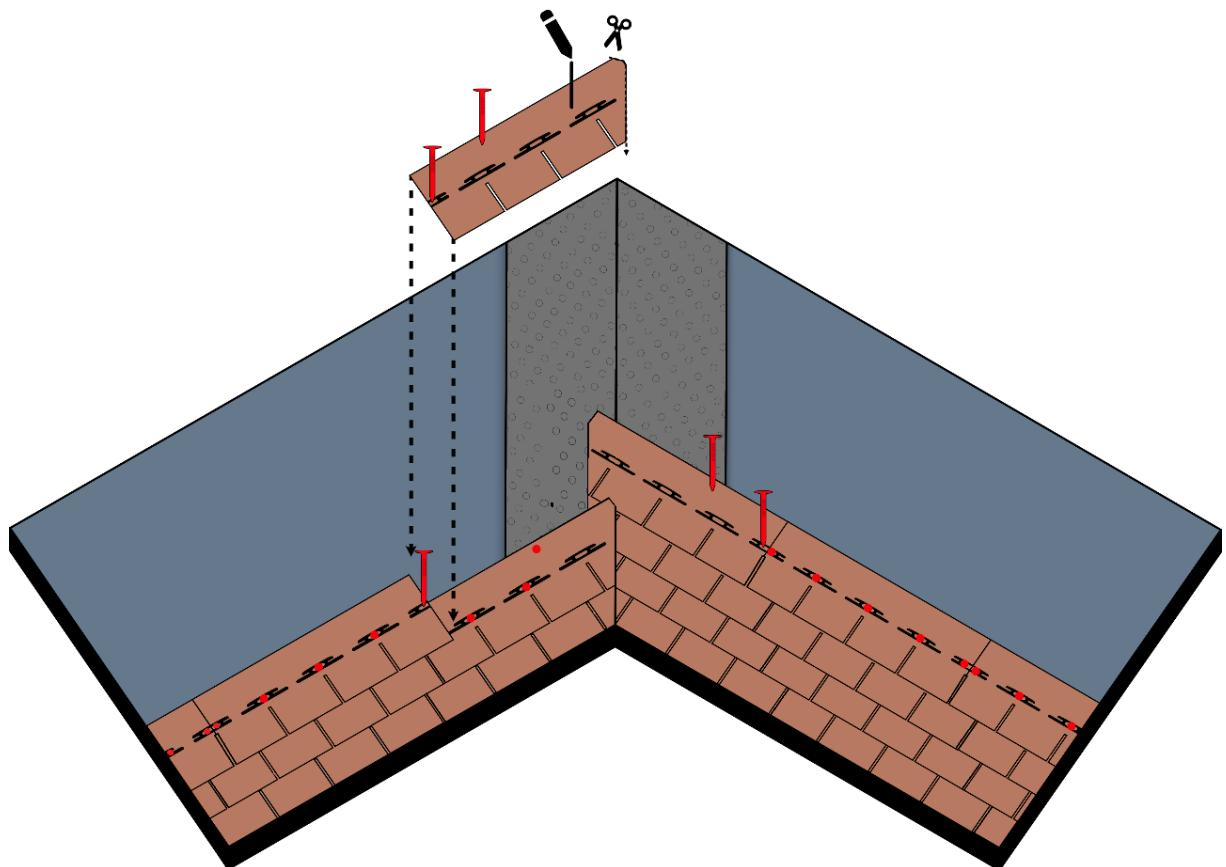

Fig. 14 - Posa tegole sul compluvio
- Tagliare trasversalmente lo spigolo superiore della tegola al compluvio - Fig. 14, in modo da convogliare l'acqua discendente lungo l'asse del compluvio. Sollevare le tegole, una per volta e fissarle con il cannetto alla membrana sottostante. In caso di una tegola granigliata sottostante, applicare del Bitustick per il loro fissaggio - Fig. 14.